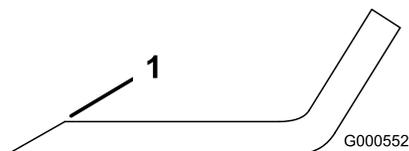

Figura 54
1. Affilate i taglienti da entrambe le estremità della lama con una lima (Figura 54).
Nota: Se la lama non è bilanciata, limate del metallo soltanto dalla costa (Figura 54).